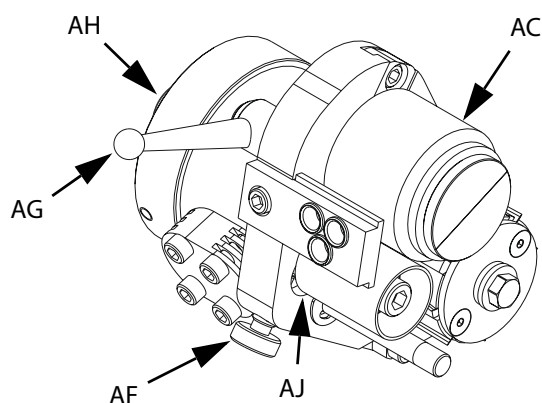

РИС. 4
4. Включив блокиратор пускового курка, поверните двигатель режущего механизма (AH) по часовой стрелке для уменьшения скорости. См. РИС. 4. В случае необходимости поверните против часовой стрелки для увеличения скорости.
3. Включив блокиратор пускового курка, поверните двигатель режущего механизма (АН) по часовой стрелке для уменьшения скорости или против часовой – для увеличения. См. РИС. 4.
2. Выключите блокиратор прижима (AG), надавливая на него в сторону передней части пистолета.
3. Поверните ручку прижима (AF) на режущем механизме против часовой стрелки для увеличения прижима или по часовой – для уменьшения. См. РИС. 4.
Для регулировки прижима стержня (AC) к валику (AJ) можно отрегулировать положение валика. См. РИС. 4 на стр. 7.